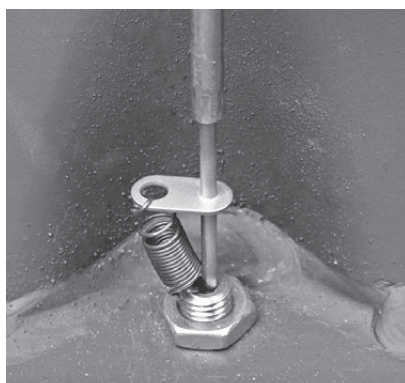
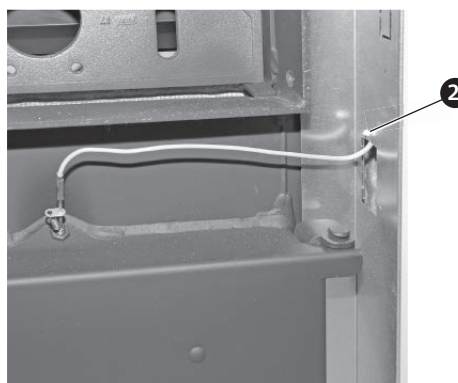

Fig. 51 Fissare la sonda Thermocontrol con la molla
Fig. 52 Tirare indietro il cavo e fissarlo con la fascetta per cavi
- ▶ Infilare la sonda davanti nel tubo protettivo sopra lo sportello cenere e agganciare la molla – Fig. 51, Fig. 52.
- ▶ Fissare il cavo della sonda Thermocontrol alla parete laterale con una fascetta per cavi – Fig. 52.